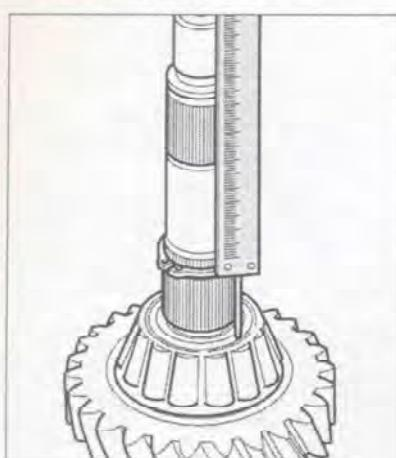

Рис. 7.215. Штангенциркулем определите зазор между внутренней обоймой роликоподшипника и стопорным кольцом.
74. Штангенциркулем определите зазор между внутренней обоймой роликоподшипника и стопорным кольцом (рис. 7.215).